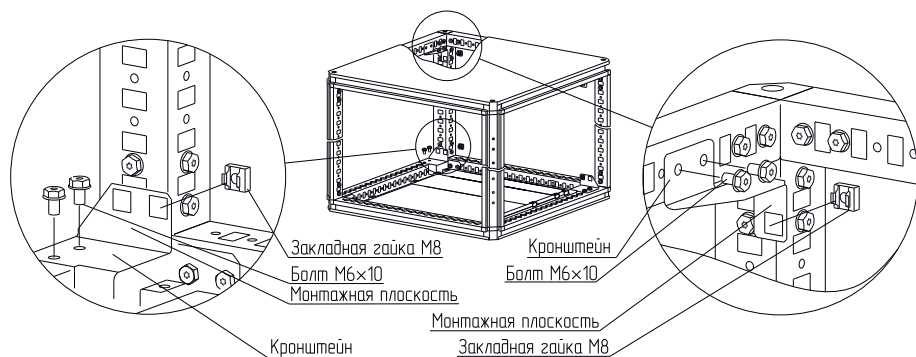

Рисунок 2
4.1.2 Закрепить на крыше и основании кронштейны болтами М6×10 (рисунок 2).
4.1.3 Установить закладные гайки М8 в квадратные отверстия кронштейнов (рисунок 2).